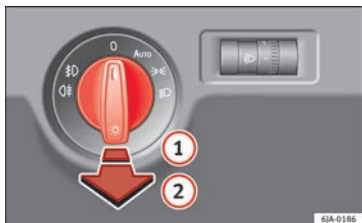

Fig. 131 Combiné d'instruments : commande des feux.
- Tournez la commande des feux »» **fig. 131** en position **AUTO**, ☞☞ ou ☞☞.
- Tirez sur la commande des feux jusqu'à la position **①**.
- Tournez la commande des feux »» **fig. 131** »» page 130 en position **AUTO**, ☞☞ ou ☞☞.
- Tirez sur la commande des feux jusqu'à la position **②**.